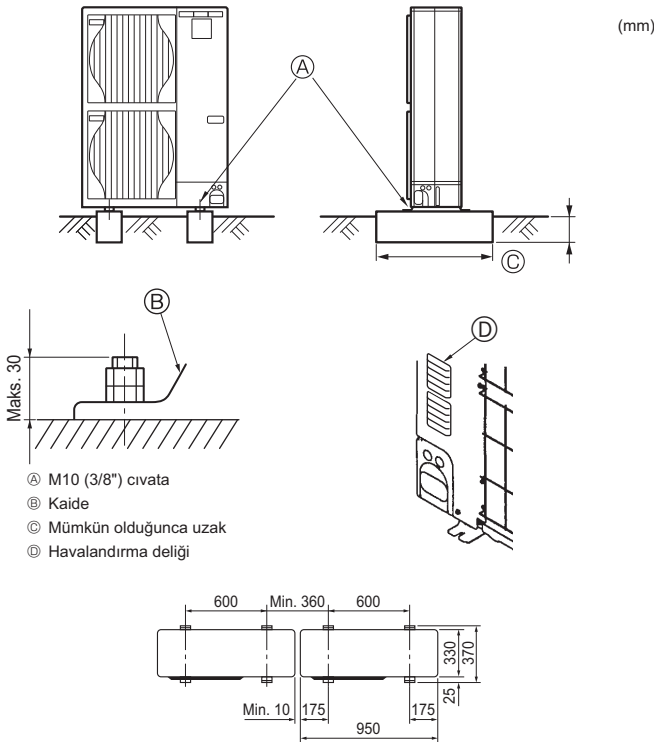

Fig. 4-1
• Ünitenin çalışması sırasında gürültü yapmaması için üniteyi mutlaka sağlam ve düz bir yüzeye monte edin. (Fig. 4-1)